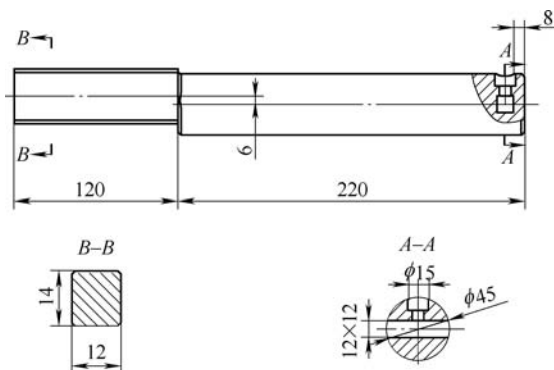

图2 圆柱形刀杆
(2) 原有圆柱形刀杆设计。通过阀体图样可以看出，刀杆伸出部分不小于200mm，刀杆直径不大于45mm，刀尖锐削行程
16mm。目前国内镗阀座圈孔刀杆后半部分是方的，用来刀架的夹持，前半部分是圆柱形，带有装刀的方孔和紧固螺栓孔，如图2所示。其优点：结构简单、容易加工；缺点：①刀杆重，刀尖下垂严重。②每次进刀不方便，需手动调刀。③无法实现连续加工。④加工效率低。⑤尺寸精度和表面质量差。